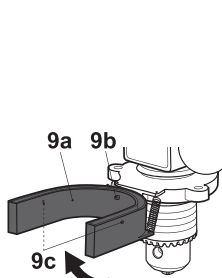

Fig. 6
- > Levante a abraçadeira (9a) (Fig. 6).